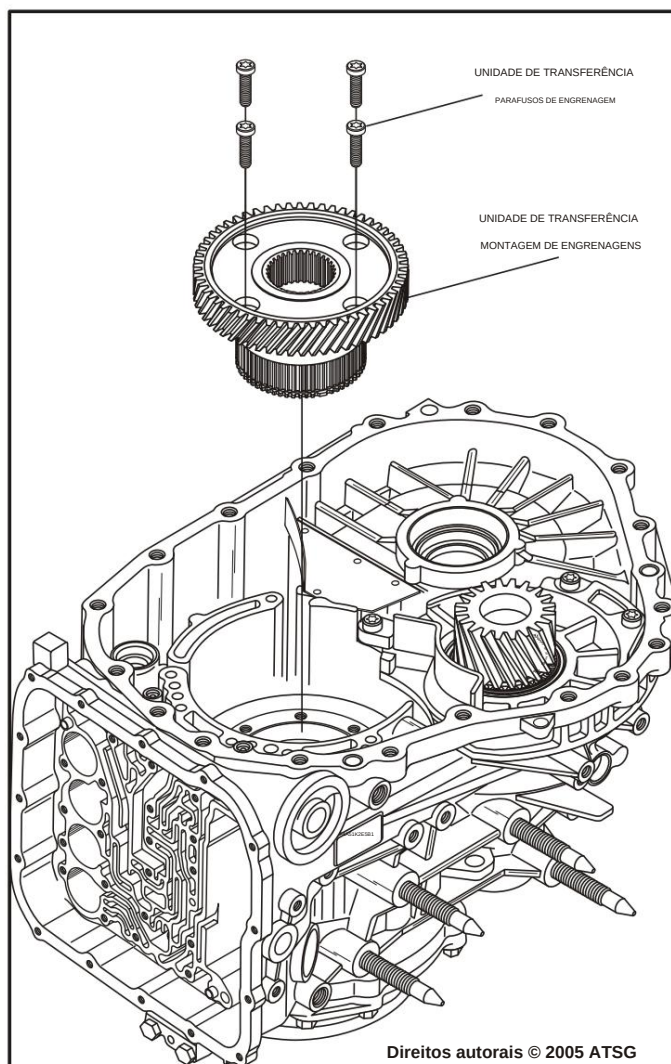

Figura 160
17. Instale o conjunto da engrenagem motriz de transferência, conforme mostrado na Figura 160, alinhando as marcas de referência.